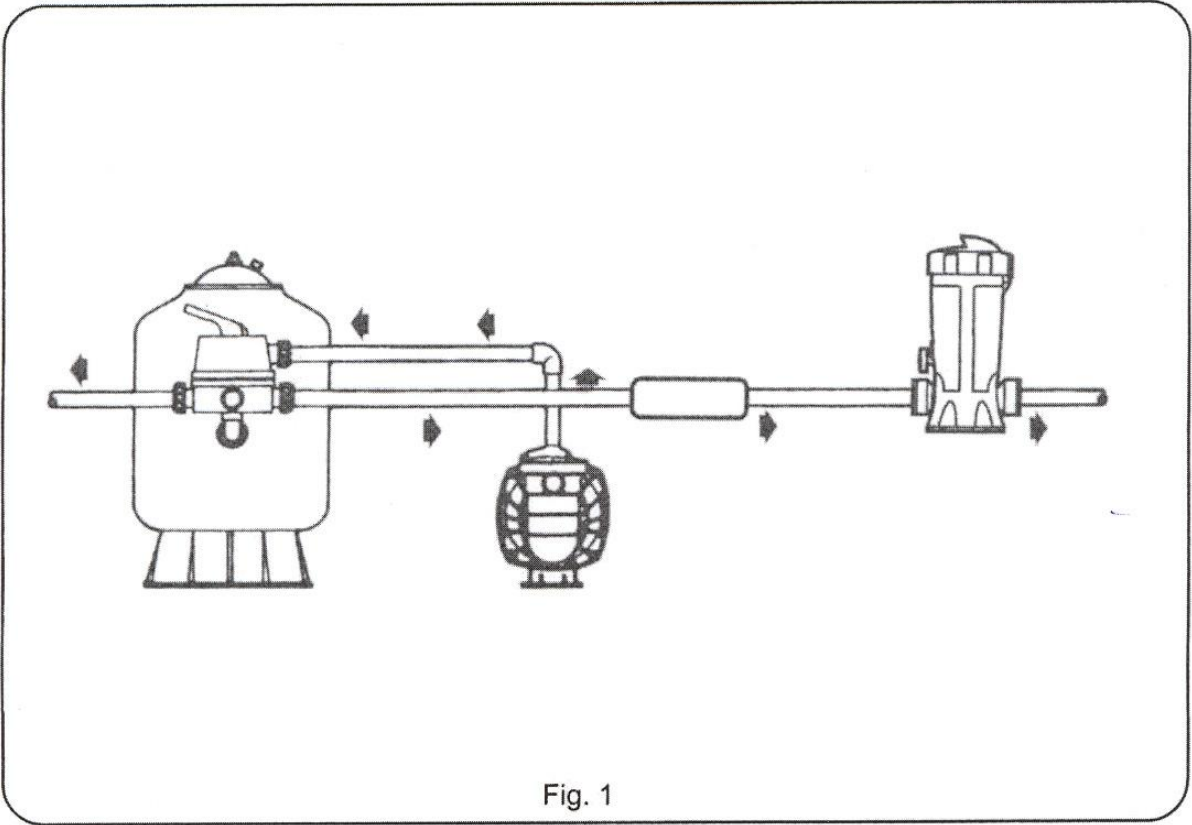

Fig. 1
1. Zainstalować dozownik za wymiennikiem ciepła (pomiędzy wymiennikiem a wlotem do basenu). Jeżeli w instalacji nie ma wymiennika, miejsce dozownika znajduje się za filtrem (rysunek 1). Nie instalować dozownika przed filtrem.